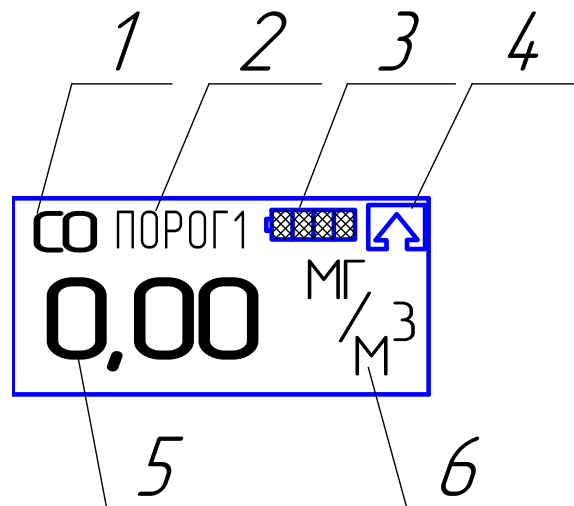

Рисунок 2.1 - Информация, отображаемая на индикаторе газоанализаторов в режиме измерения
2.3.4.1 В режиме измерения на индикаторе газоанализаторов отображается следующая информация (см. рисунок 2.1):
- химическая формула определяемого компонента (1);
- индикатор уровня заряда аккумуляторной батареи (3);
- значение содержания определяемого компонента (5);
- единица физической величины определяемого компонента (6);
- индикация срабатывания ПРЕДУПРЕДИТЕЛЬНОЙ или АВАРИЙНОЙ сигнализации (2);
2.3.8 При содержании определяемого компонента, превышающем верхний предел диапазона показаний, на индикатор выводится значок  (см. рисунок 2.1 поз. 4).